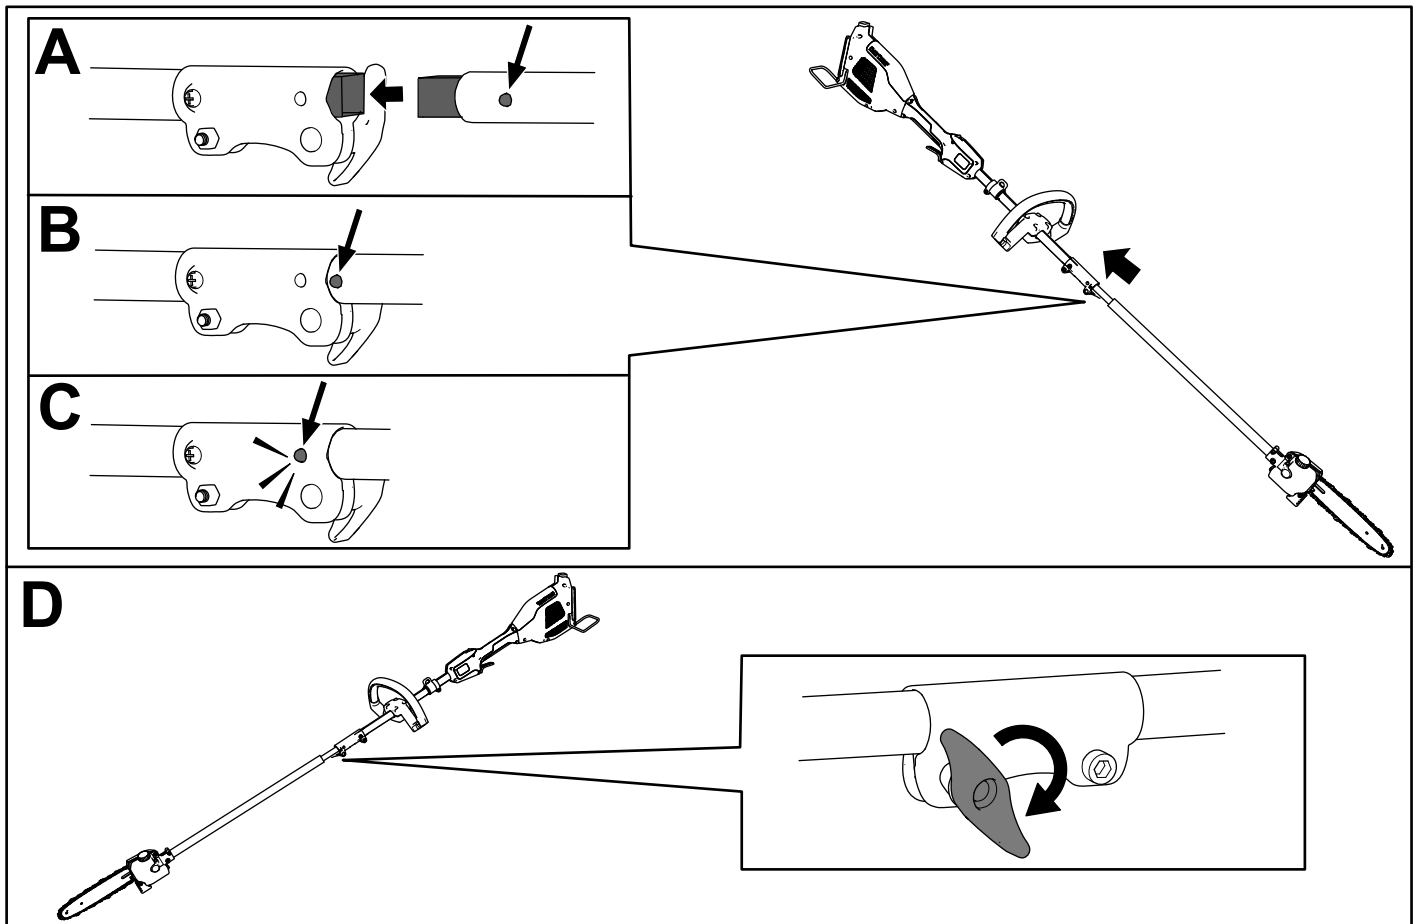

Figura 4
1. Instale el tubo cuadrado del accesorio en el tubo cuadrado de la unidad de potencia (Figura 4, A).
2. Alinee el botón de bloqueo de la barra inferior con el orificio ranurado de la barra superior, y junte las dos barras (Figura 4, B y C).
Nota: El botón de bloqueo encaja en el orificio ranurado al juntarse las barras (Figura 4, C).
3. Usando la maneta, apriete el tornillo del conector de la barra hasta que quede firme (Figura 4, D).
2. Afloje la maneta del conector de la barra (Figura 4).
3. Presione el botón de bloqueo hacia abajo y separe las dos barras (Figura 4).